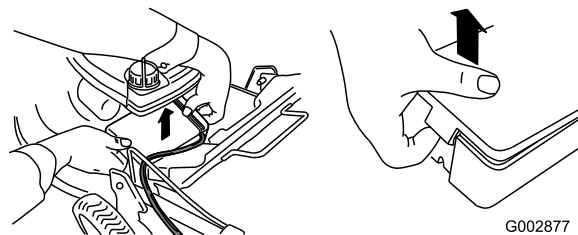

Figure 7
1. Dégagez les deux extrémités du couvercle de la batterie et déposez le couvercle (Figure 7).